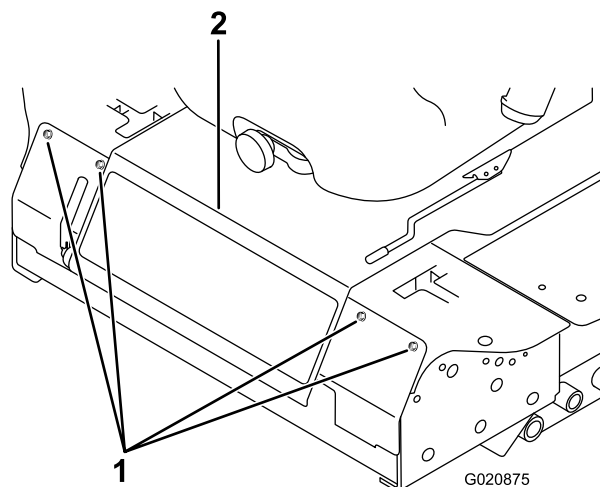

Figura 82
2. Afloje los pernos del panel delantero y retire el panel (Figura 82).